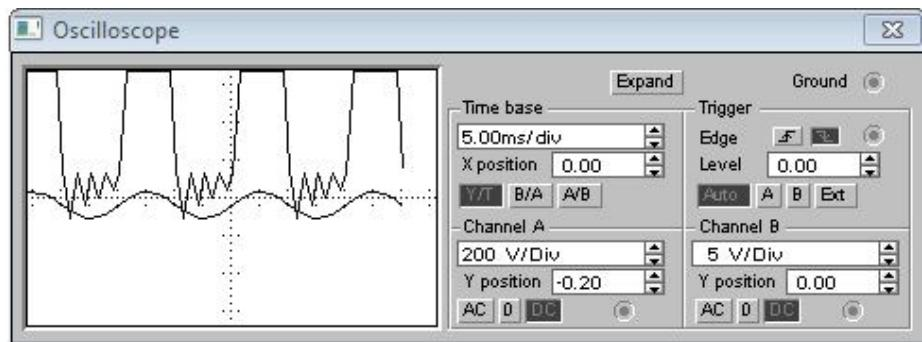

Рисунок 4.51 – Осцилограмами вихідного сигналу
2. Запустити процес моделювання, зняти та зарисувати осцилограмами вихідного сигналу (рис. 4.51).